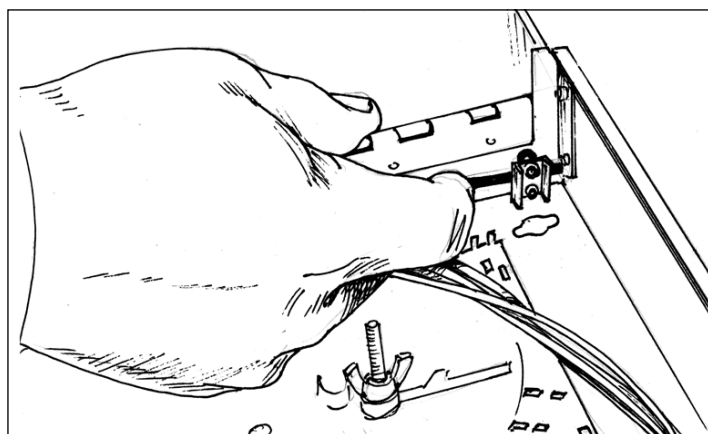

Рис. 3.17. Крепление ЦСЭ к шкафу
**3.2.3.** Отрезают на необходимую длину ЦСЭ, удаляют пластмассовую оболочку (если она есть) и закрепляют планкой с двумя винтами (Рис. 3.17). Далее подсоединяют экранирующий провод к специальной клемме заземления.